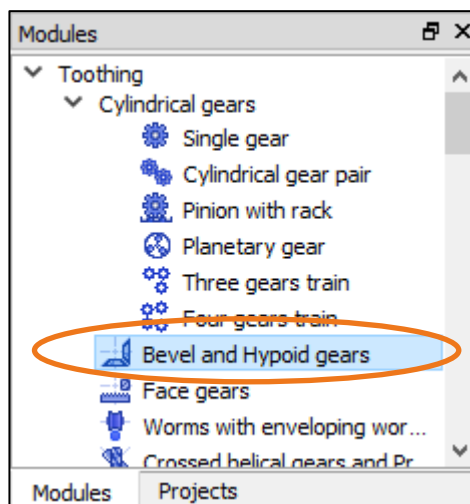
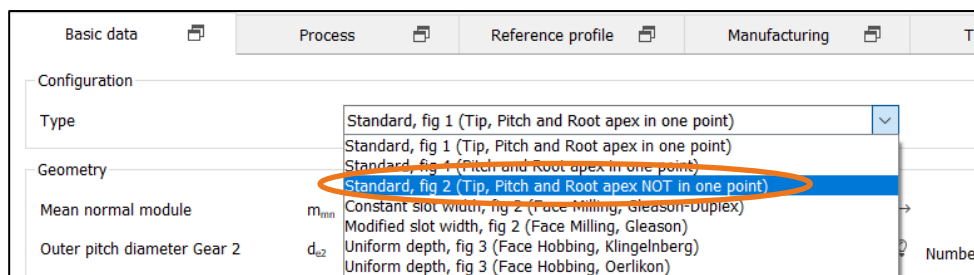

Figure 2. Selecting the «Bevel and hypoid gears» calculation module from the «Modules» window
Figure 3. Selecting «Standard, fig 2» type
1. In the «Basic data» → «Type» tab select the «Standard, fig 2 (Tip, Pitch and Root apex NOT in one point)» option. This type allows you to input tip and root angles (see Figure 3).